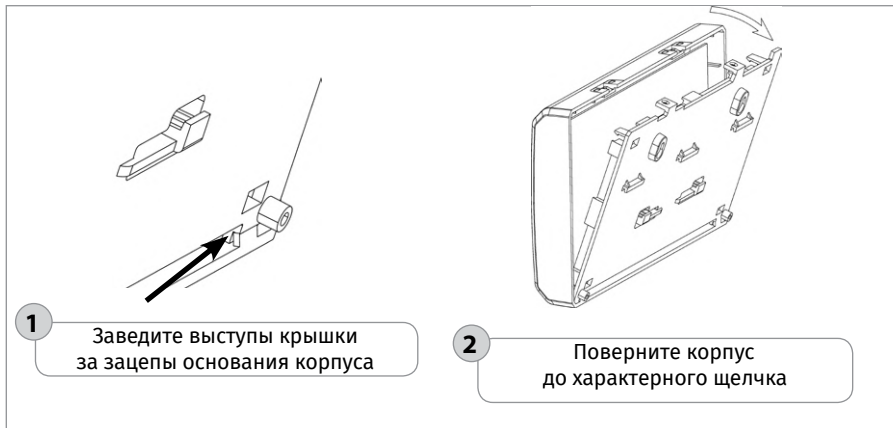

Рисунок 17. Установка крышки блока «Сигнал-20П»
2.6. Установите крышку «Сигнал-20П» в порядке, указанном на Рисунок 17 соответственно. Установите крышку «Сигнал-20П исп.01» и «Сигнал-20М» в порядке, обратном порядку снятия.